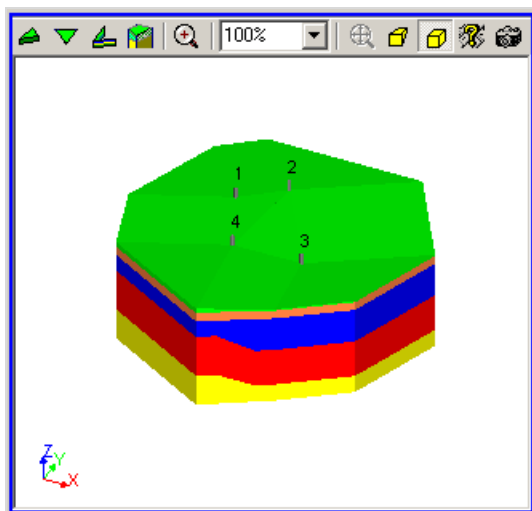

Рис. 11.5.5. Плавающее окно 3D-вид
- В окне **3D-вид** (рис. 11.5.5) выполните следующие действия: